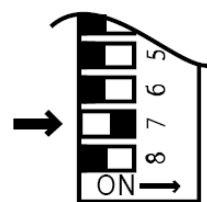

Fig. 3
5. Collegare il cavo al comando remoto (Fig.3).
9. Forzate l'*Infinity* a regime 'Minimo' di combustione spostando su 'ON' il microinterruttore N.7 (Fig.3) del banco di microinterruttori.